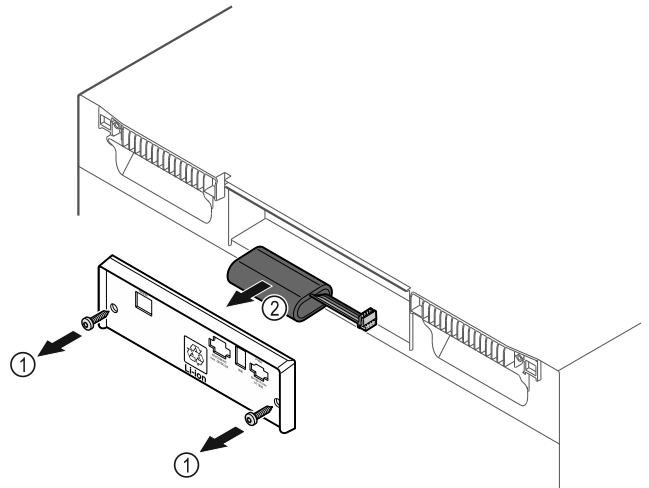

Fig. 235
- ▶ Išsukite varžtus ir nuimkite uždangalą galinėje prietaiso pusėje Fig. 235 (1).
- ▶ Atjunkite bateriją ir ją išimkite Fig. 235 (2).